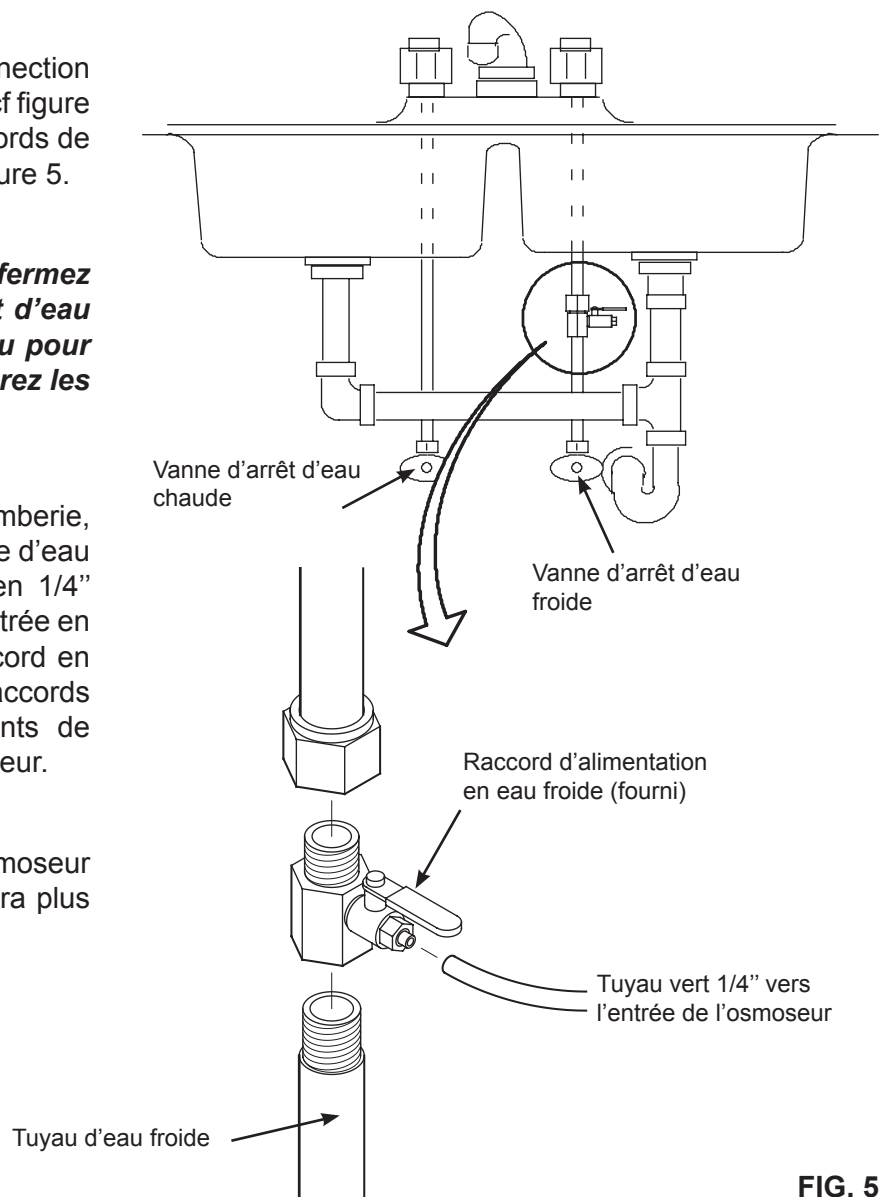

FIG. 5
1. Avant de commencer, fermez les robinets d'arrivée d'eau froide et d'eau chaude (cf Figure 5).
Le raccord doit comporté un connection 1/4" (6.35 mm) au tuyau de l'osmoseur, cf figure 20. Une installation type, avec des raccords de plomberie standards est illustrée en Figure 5.
IMPORTANT: Avant de commencer, fermez les robinets d'arrivée d'eau froide et d'eau chaude (cf Figure 5). Utilisez un seau pour récupérer l'eau lorsque vous dévisserez les tuyaux.
En accord avec les normes de plomberie, installez un raccord sur le tuyau d'arrivée d'eau froide pour insérer ensuite un tuyau en 1/4" (6.35 mm). Une connection type est illustrée en Figure 5. Vous pouvez utiliser des raccords en soudure ou filetés. Si vous utilisez des raccords filetés, assurez-vous d'utiliser des joints de tuyaux ou du Teflon sur le filetage extérieur.